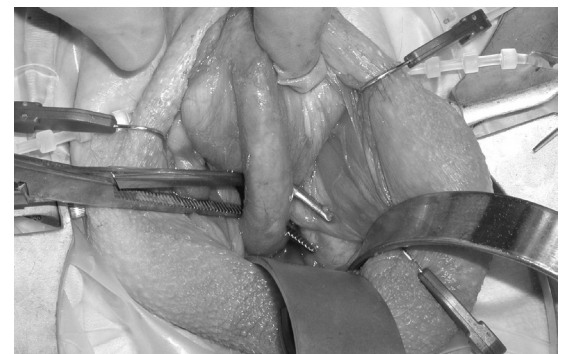

Figure 4-19.
8. La position dorsale du patient laisse l'urètre mobile ; un clampage à angle droit peut donc être effectué pour procéder à la dissection postérieure de l'urètre sous visualisation quasi-directe. Le clamp à angle droit est écarté de sorte à créer un espace suffisant pour la mise en place de la manchette occlusive. (**Figure 4-19**)